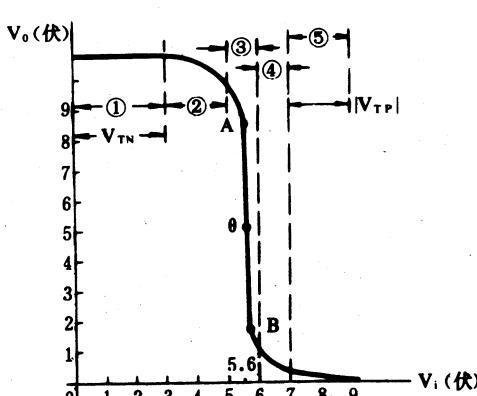

图 7 1号反相器输出特性
其中一块测得的数据。由表 1 可见，输入电压均大于 $\frac{1}{2}V_{DD}$ 后，输出电压才为 $\frac{1}{2}V_{DD}$ 。因此我们用带电源的分压偏置法来实现使工作点 Q 在 A B 段中点。1 号反相器的特性曲线如图 7 所示，由图可见，在 $V_i = 5.5$ V 到 5.7 V 间，对应输出是 8.4 V 到 2 V，即 A 点对应 $V_o = 8.4$ V，B 点对应 $V_o = 2$ V。A B 间是一段直线，中点 Q 对应输出反馈偏置为 5.2 V、输入 V_i 为 5.6 V。因此，不失真动态范围为 ± 0.1 V。
4) 验证，把上述值代入式 (3) 可得偏置电压 $V_\lambda = 5.4 \text{ V}$ ，由图 7，中点 Q 的偏置电压为 5.2 V ，理论与实际比较接近。